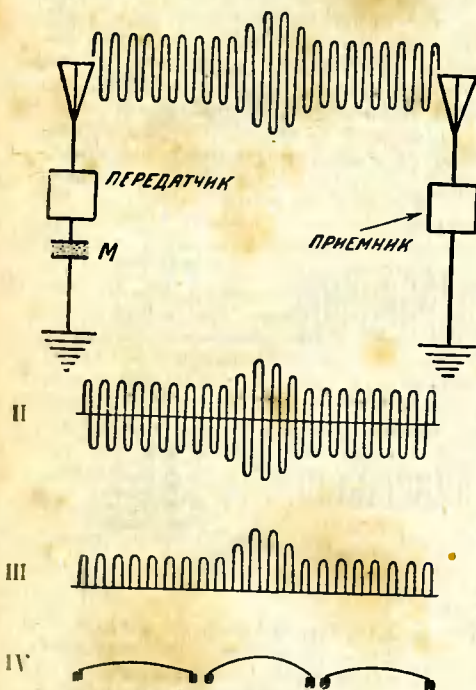

Рис. 4. Что происходит с волнами, током в антенне, выпрямленным током и мембраной телефона, когда по мембране микрофона дан щелчок.
опять вернулось в прежнее состояние. Но за это же мгновение, колебания в антенне стали сильнее, чем предыдущие и последующие; соответственно с этим и волны, рожденные в момент щелчка, будут мощнее, чем те волны, которые были излучены в то время, когда микрофонная пластинка находилась в покое. На рис. 4 (I) мы видим среди ряда совершенно одинаковых волн (излученных в то время, когда пластинка микрофона была в покое) ряд волн с более высокими гребнями — это и есть волны, рожденные в момент щелчка. Волны вызовут в приемной антенне электрические колебания. Более мощные волны вызовут более сильные колебания (рис. 4, II). Детектор эти колебания выпрямит (рис. 4, III), и мембрана микрофона, которая при спокойном положении пластинки микрофона получала ряд совершенно одинаковых толчков, вдруг получает несколько более сильных толчков, под их влиянием сильнее пригибается к магниту и затем отходит обратно (рис. 4, IV). Другими словами, телефонная пластинка издает щелчок, она повторяет то движение, которое произвела пластинка микрофона.